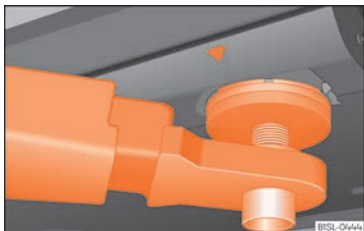
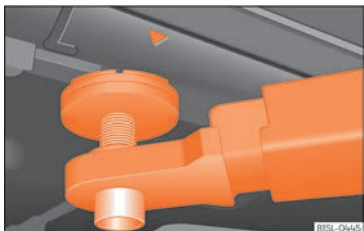

Fig. 174 Punts de suport davanters per elevar el vehicle amb la plataforma elevadora o amb el gat.
Fig. 175 Punts de suport al darrere per elevar el vehicle amb la plataforma elevadora o amb el gat.
Per aixecar el vehicle només es poden fer servir els punts indicats a les figures >>> **fig. 174** i >>> **fig. 175**. Si no s'eleva el vehicle
- Elevar el vehicle fent servir únicament els punts indicats a les figures >>> **fig. 174** i >>> **fig. 175**. Si no s'eleva el vehicle pels punts indicats, podria caure de la plataforma elevadora en desmuntar, per exemple, el motor o la caixa de canvis.